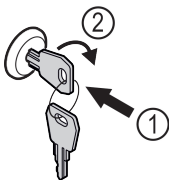

Fig. 153 Eksempelfremstilling
- Trykk inn nøkkelen Fig. 153 (1).
- Vri nøkkelen 90° med klokka Fig. 153 (2).